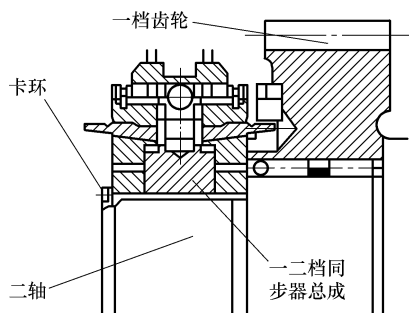

图 3-68 安装卡环
5) 安装一二五倒档齿套卡环。如图 3-68 所示，选择并安装一二五倒档齿套卡环，使同步器齿轮轴向间隙符合标准值。标准值：0~0.06mm。